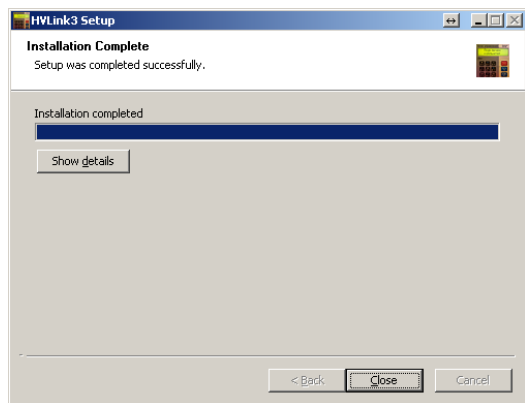

Рисунок 8.15
3) На экране появится окно (рисунок 8.15), для завершения установки программы щелкнуть по кнопке **Close**. На Рабочем столе